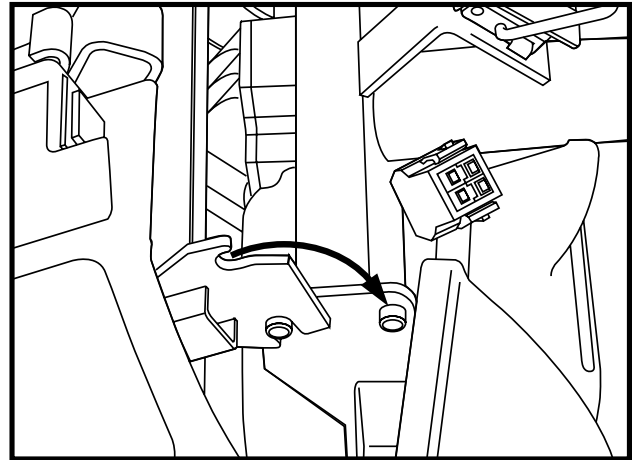

Abb. 17. Rahmenverriegelung
4. Vorderteil soweit hochheben bis die unteren Stifte nicht mehr in ihren Führungen sitzen. Siehe Abb. 17.
2. Untere gebogene Sicherungsbügel am Vorderteil mit den entsprechenden Stiften vorne am Heckteil ausrichten. Siehe Abb. 17.